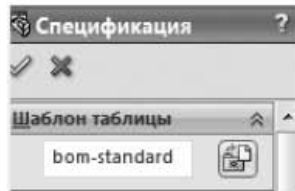

Рис. 6.61. Выбор шаблона таблицы спецификации
3. Укажите главное изображение чертежа. На панели свойства выберите шаблон спецификации bom-standard.sldbomtbt (рис. 6.61). Включите параметр Прикрепить к точке привязки.